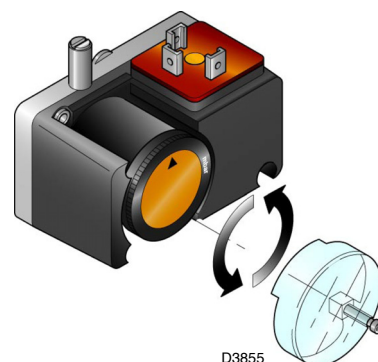

Fig. 34
- Regular el presostato gas de mínima (Fig. 34 a pág. 33) en el inicio de la escala.
Regular el presostato gas de mínima (Fig. 34) después de haber efectuado todas las demás regulaciones del quemador con el presostato regulado en el inicio de la escala.